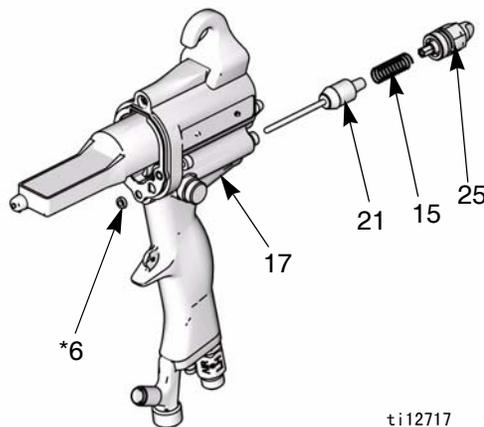

图 21. 空气阀
3. 卸下手柄 (17) 上的流体调整阀 (25)。卸下弹簧 (15)。见图 21。